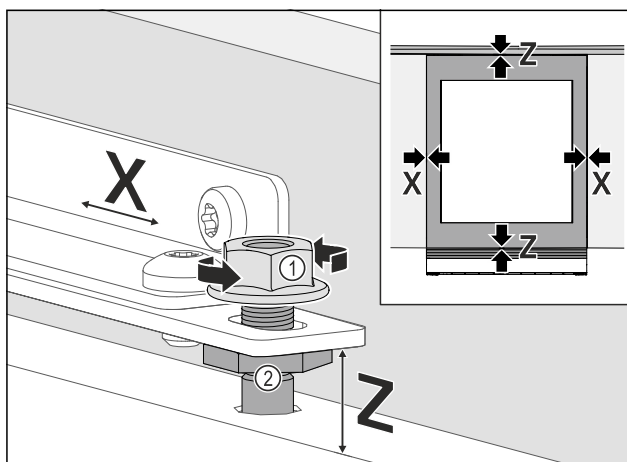

Fig. 106
- Vrata pohošva stransko poravnajte: Sprostite Fig. 106 (1) protimatico, vrata pohošva potisnite v smer X.
- Privijte Fig. 106 (1) protimatico.
- ▶ Vrata pohištva naravnajte na višino **Z** stranske poševnine: Nastavite Fig. 106 (2) nastavitveni zatič.